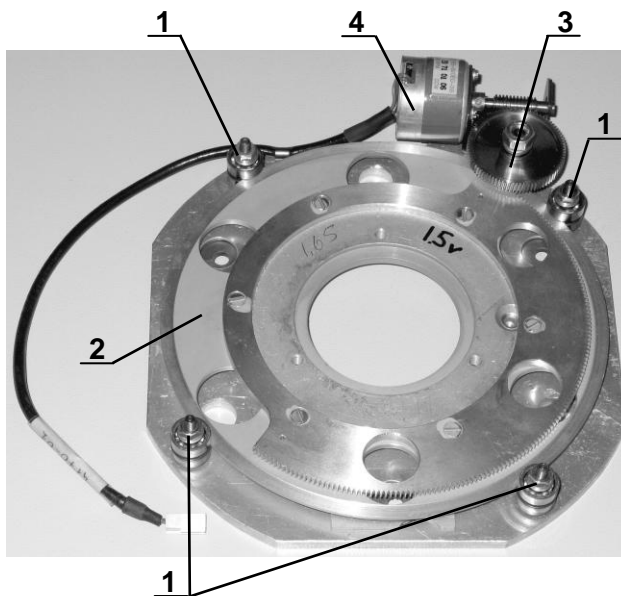

Рис. 7.13. Поворотное устройство камеры.
На рис.7.13 показано поворотное устройство камеры. При ремонте поворотного устройства - не снимайте с него блок ПЗС-камеры без необходимости!
- ослабление крепежных гаек направляющих подшипников (рис.7.13, поз.1), что может привести к дополнительным люфтам поворотного кольца (рис.7.13, поз.2).
- загрязнение и проскальзывание прокладки из замши технической (средняя, 2 сорт ГОСТ 3717-84) муфты фрикционной (рис.7.13, поз.3).
- неисправность двигателя привода поворота (марка двигателя приведена в Главе 2, п.2.4.2.6.1) (рис.7.13, поз.4).